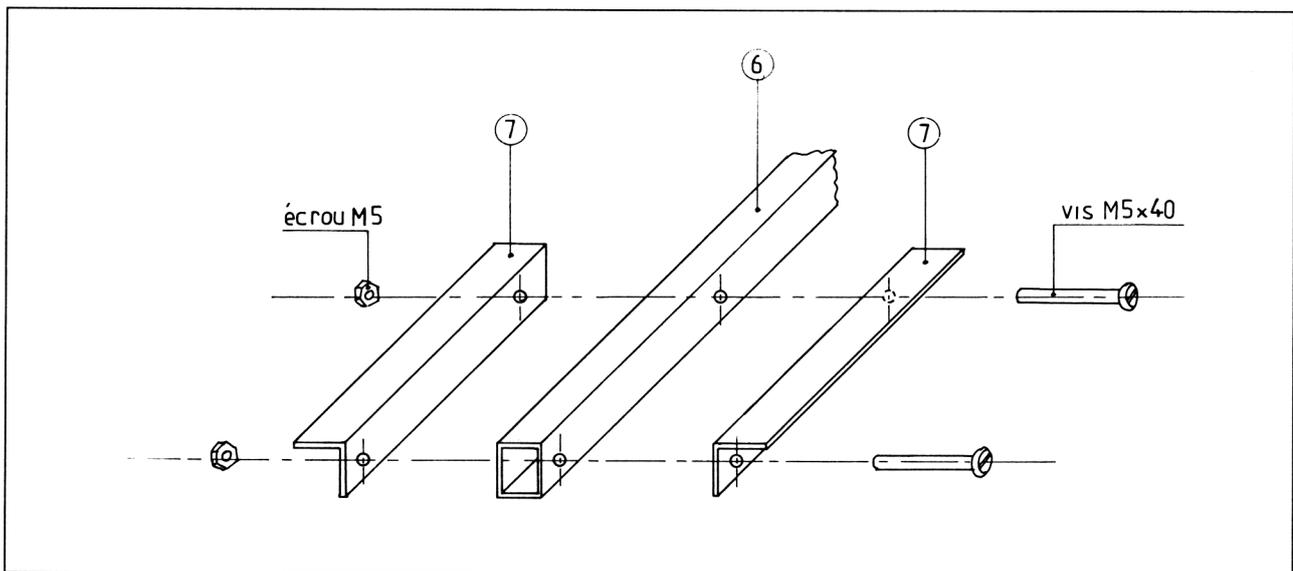

Fig. 8
La mise en place des cornières ⑦ sur le tube ⑥, est assurée par deux vis tête H M 5 x 40 (Fig. 8).